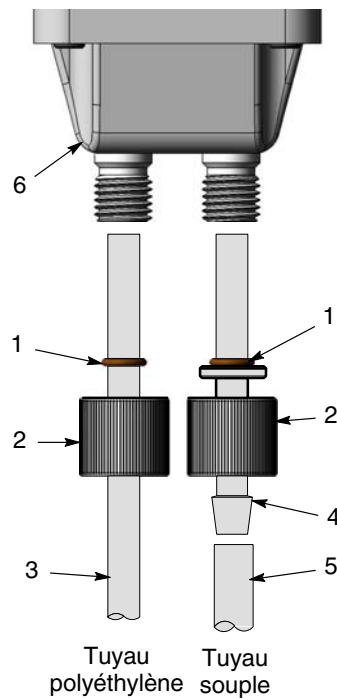

Figure 3-12 Installation des tuyaux de la pompe Prodigy HDLV
1. Voir la figure 3-12. Retirer un écrou de blocage de tube (2) et le joint torique (1) de la pompe.
2. Monter le joint torique sur l'adaptateur de tuyau (4) jusqu'à ce qu'il repose contre la bride de l'adaptateur.
3. Monter l'extrémité de l'adaptateur dans le bloc d'usure (6).
5. Pousser le tuyau à poudre (5) sur l'extrémité cannelée de l'adaptateur.
1. Voir la figure 3-12. Retirer un écrou de blocage (2) et le joint torique (1) de la pompe.
2. Glissez l'écrou de blocage sur le tuyau en polyéthylène (3).
4. Enfoncer le tuyau en polyéthylène dans le bloc d'usure (6) jusqu'à ce qu'il touche le fond.